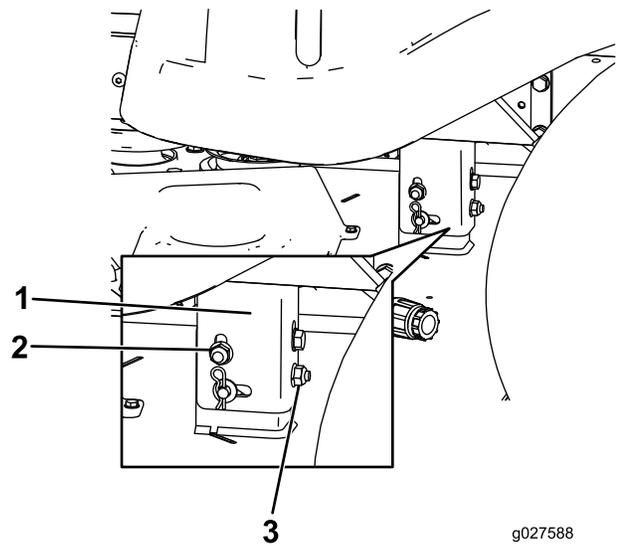

Figura 57
- Eleve o baje el lado izquierdo de la carcasa de corte girando la tuerca trasera (Figura 57).
Nota: Gire la tuerca trasera en sentido horario para elevar la carcasa de corte; gire la tuerca trasera en sentido antihorario para bajar la carcasa de corte. (Figura 57).